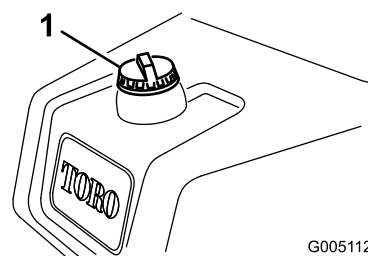

Рисунок 26
1. Очистите области вокруг крышки топливного бака и снимите ее (Рисунок 26).